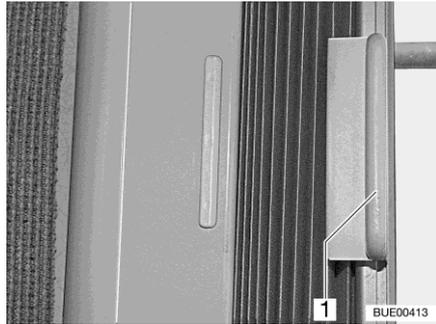

Fig. 30 Dispositif occultant plissé (fenêtre côté passager)
- Ouvrir et fermer : ■ Tenir le dispositif occultant plissé par la poignée (Fig. 30,1) et pousser vers la gauche ou la droite.